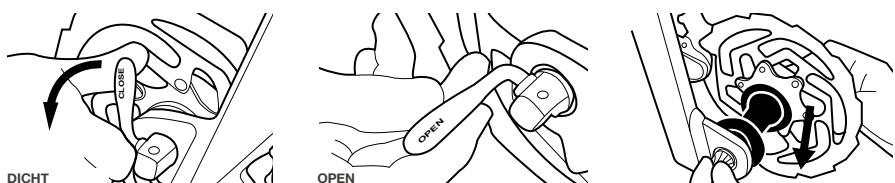

Afbeelding 14. Wielas voor snelspanners ① As ② Moer ③ Hendel ④ Conische veer
2. Controleer of de conische veren aan weerszijden van de naaf zitten en dat het kleinste uiteinde naar het midden van het wiel gericht is, zoals wordt weergegeven op Afbeelding 14.